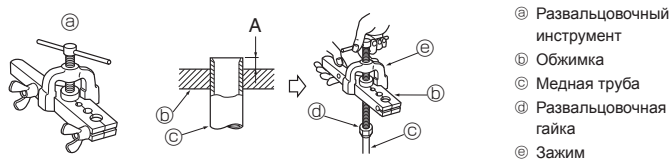

Fig. 5-5
5.2.4. Развальцовка (Fig. 5-5)